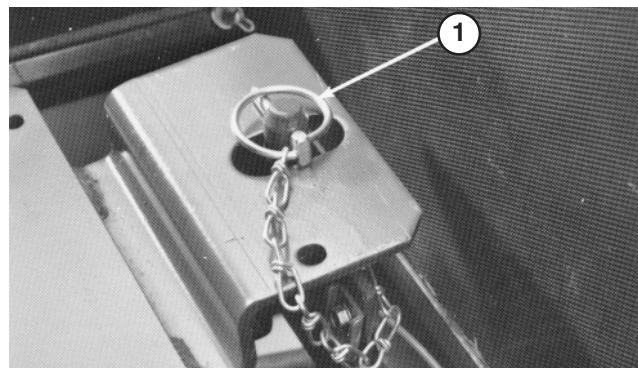

Figure 11
- Dégagez la béquille de support du siège et baissez-la. Abaissez le siège et poussez la goupille à anneau dans le goujon de verrouillage du siège. Repliez l'extrémité métallique de la goupille par-dessus le goujon du verrou (Fig. 11).
- Dégagiez la béquille de support du siège et baissez-la. Abaissez le siège et poussez la goupille à anneau dans le goujon de verrouillage du siège. Repliez l'extrémité métallique de la goupille par-dessus le goujon du verrou (Fig. 11).